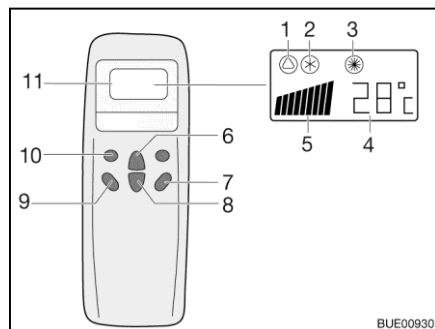
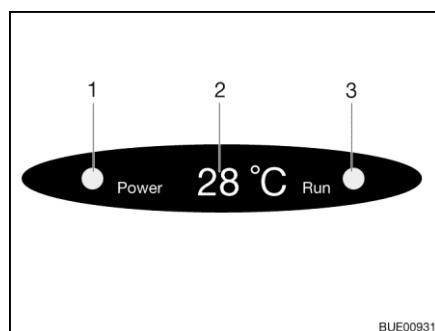

Fig. 231 Telecomando
Fig. 232 Display su diffusore
- Premere il tasto "ON/OFF" (Fig. 231,7).
- Premere il tasto "Mode" (Fig. 231,10) spesso, finché la modalità desiderata (Fig. 231,1, 2 o 3) viene visualizzata sul display. La spia di controllo relativa sul display sul diffusore (Fig. 232,3) si accende.
- Con i tasti di aumento della temperatura (Fig. 231,6) o di riduzione della temperatura (Fig. 231,8) regolare la temperatura desiderata.
- Con il tasto numero di giri ventola (Fig. 231,9) selezionare il livello desiderato per la ventola.